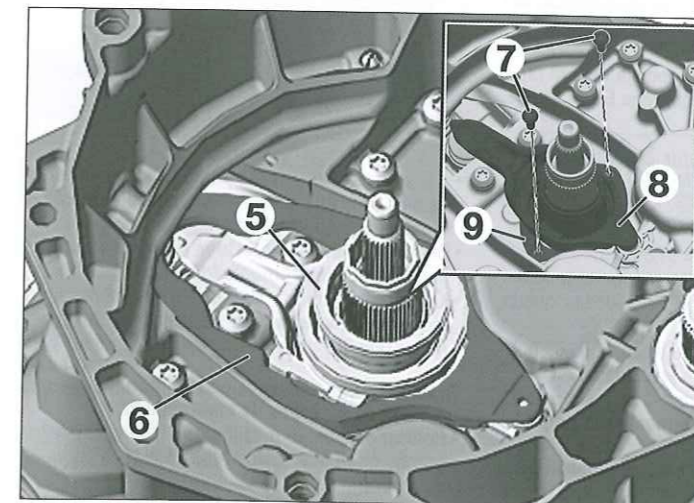

Fig. 5
- el tope (5) y la palanca grande de embrague (6) (Fig.5),
- los tornillos (7) y desmontar la palanca pequeña de embrague (8),
- el alojamiento (9) de la palanca de embrague.